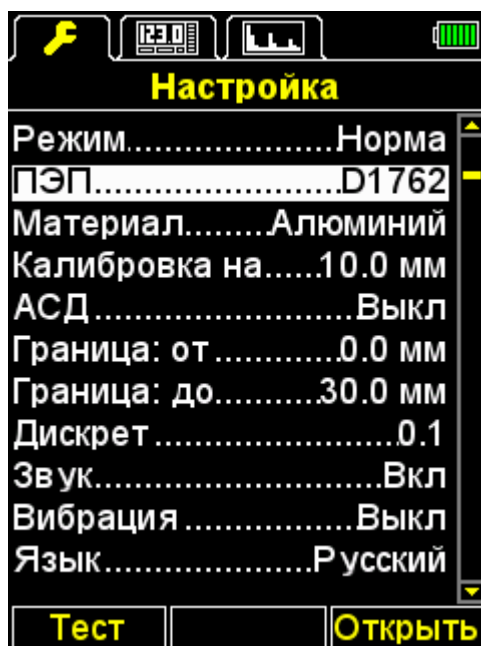

Рисунок 14
- клавишами   перейти на строку ПЭП и нажать клавишу F3 (Открыть) или  для входа в базу преобразователей (рисунок 14).